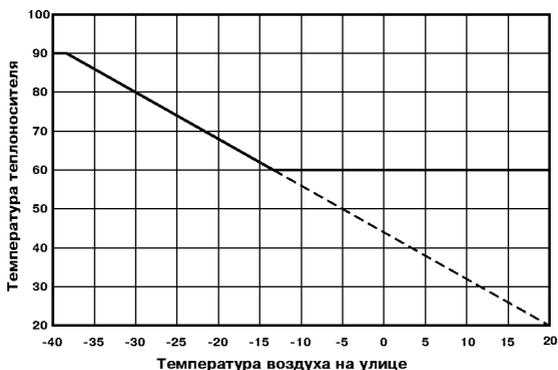

Рис. 12 График зависимости температуры воды от температуры наружного воздуха.
7.4.7. Если установлен датчик наружной температуры, имеется возможность включить режим погодозависимого регулирования (см. пункт 7.5.14.). Для корректной работы в этом режиме необходимо отключить датчик температуры воздуха в помещении (22). Установите необходимую температуру воды при определенном значении температуры улицы. Для расчета графика регулирования используются две точки. В качестве первой точки используются введенные в пункте меню значения, а в качестве второй точки используются значения: 20°C теплоносителя при 20°C наружного воздуха. Например, при указанных параметрах (80°C теплоносителя при -30°C на улице) график регулирования будет выглядеть как на рис. 12.